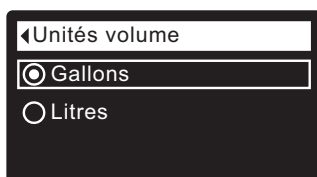

FIG. 61
5. Appuyez sur le sélecteur (O) pour afficher le menu des unités de volume (cf. Figure 61).
6. Si le cercle vis-à-vis de l'unité souhaitée a déjà un point (cf. Figure 61), passez à l'étape 7. Sinon, appuyez sur le bouton BAS (▼) ou HAUT (▲) pour passer à l'autre unité, puis sur le sélecteur (O) pour confirmer votre choix.
7. Appuyez sur le sélecteur (O) : l'afficheur revient au menu des préférences utilisateur.